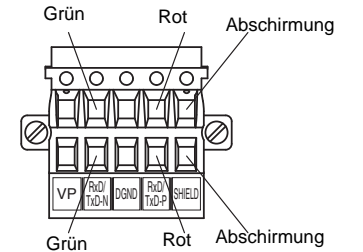

Abbildung 1
(1)Die Signalkabel an den entsprechenden Pins anschließen (siehe Abbildung 1). Den Stecker mit einem Anzugsdrehmoment von 0,5 bis 0,6 N·m anziehen.